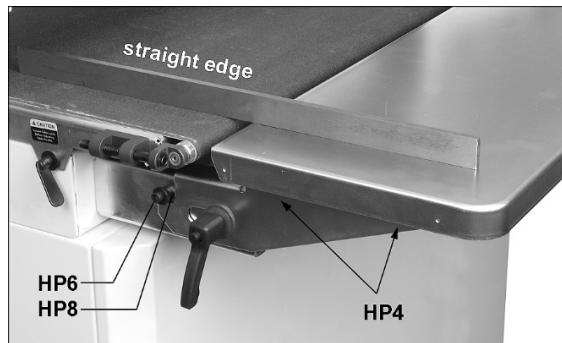

Abb. 6-4: Ausrichten der Verlängerungstische
- Positionsüberprüfung ein Messlineal auf das Vorschubbänder legen und mit der abgesenkten Schleiftrommel festklemmen. Siehe Abb. 6-4. Den Verlängerungstisch anheben, bis sich die Tischoberfläche auf Höhe des Vorschubbändes befindet. Die Schrauben (HP4) festziehen.